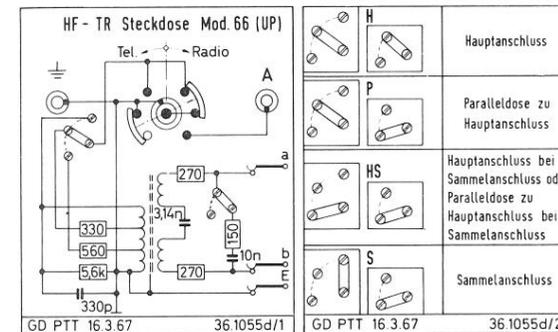

Abb. 187
- Widerstände 330/560 Ω erhöhen den Innenwiderstand auf ca. 600 Ohm bei den Betriebsarten H, P oder HS (siehe Abb. 187)